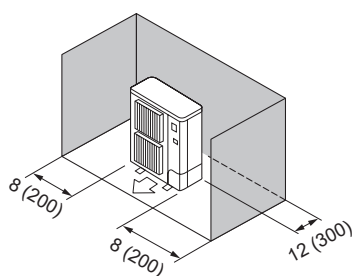

Fig. 2-7
- ③ Obstacles à l'arrière et sur les côtés (Fig. 2-7)